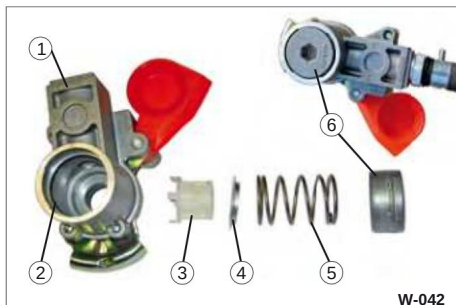

Fig. 46 Koblingshoved adskilt
• Tryk dækslet (fig. 46/6) ind i huset (fig. 46/1)
• Fjern fjederen (fig. 46/5), metalringen (fig. 46/4)
og filteret (fig. 46/3) fra huset.
• Kontroller tætningen (fig. 46/2)